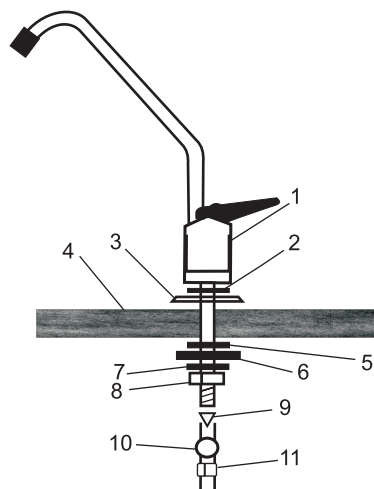

рис. 3
- 3.2. Вставьте кран и произведите сборку по рис. 3 в следующей последовательности:
- 3.3. Произведите установку крана согласно рис. 3.